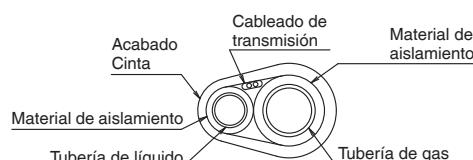

Fig. 23
- En el exterior de la unidad, enrolle el cableado de transmisión junto con la tubería de refrigerante in situ utilizando cinta de acabado (suministro independiente). (consulte la Fig. 23)